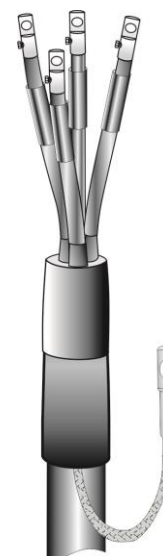

Рис.7
**7.** Определить длину жил по месту присоединения и обрезать. Надеть на жилы кабеля манжеты для герметизации наконечников. Замерить глубину трубчатой части наконечников и по полученному размеру снять с жил кабеля изоляцию. Оконцевать жилы кабеля болтовыми наконечниками. Обезжирить трубчатые части наконечников (Рис.7).